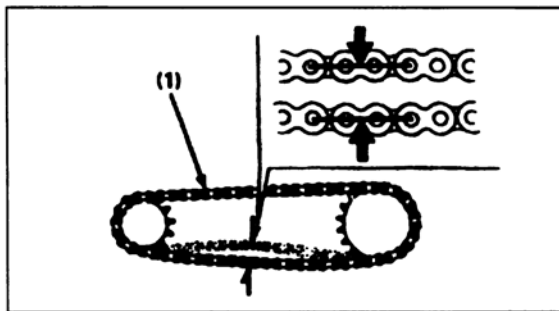

Bild 18
● Zum Korrigieren des Durchhangs Hinterachsmutter ② Bild 18 lockern.